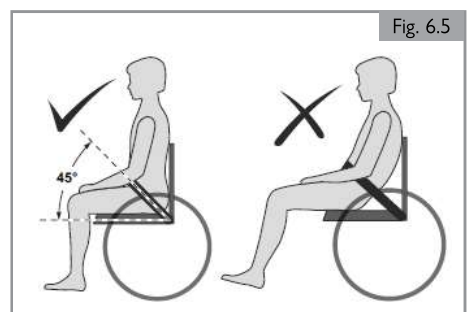

Fig. 6.5
9. En général, la ceinture de bassin doit être fixée de façon à ce que les sangles soient à un angle d'environ 45° et quand elle est correctement réglée, elle ne permet pas à l'utilisateur de glisser dans le siège. (Fig. 6.5)